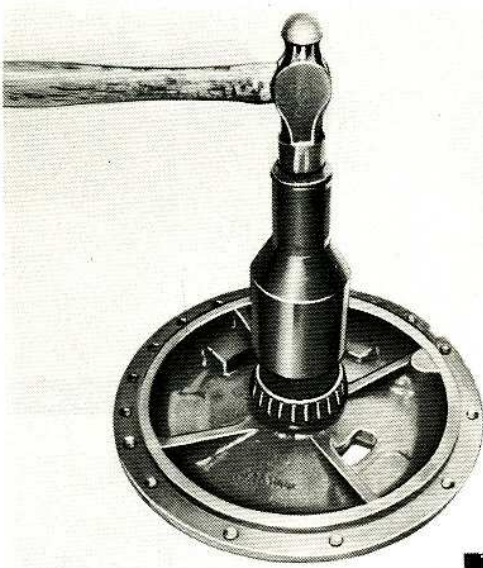

FIG. 43
3. Fig. 43. Glisser le nouveau cône de roulement dans l'outil MF 197-2 puis le loger à fond dans la plaque-support à l'aide d'un marteau et d'un chasoir MF 197.